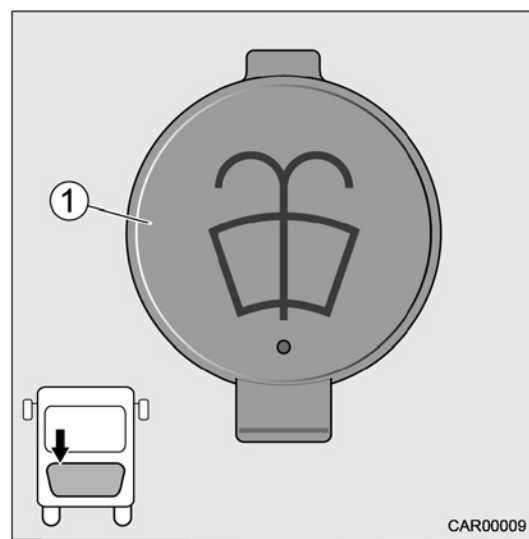

Fig. 29 Réservoir à liquide lave-glace
2. Ouvrir le bouchon de carburant (Fig. 29/1).
4. Fermer le bouchon de carburant (Fig. 29/1).